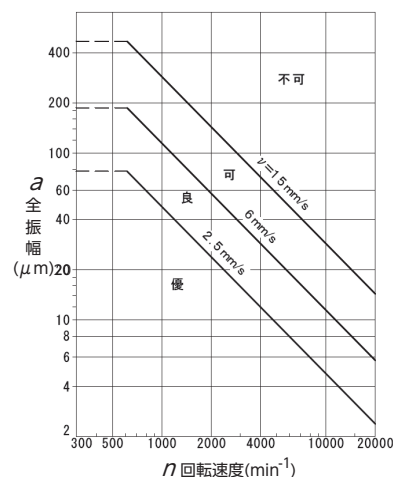

図 2-4 振動の許容値
- ・ 振動は JIS B 8330 モータ軸受上の振動許容値の〔良〕の範囲内であることを確認してください。(図 2-4 参照) 振動測定値が急激な増加傾向にある場合は、モータベアリングの経年劣化が考えられますので、弊社指定のサービス会社またはモータメーカーへ調査を依頼してください。